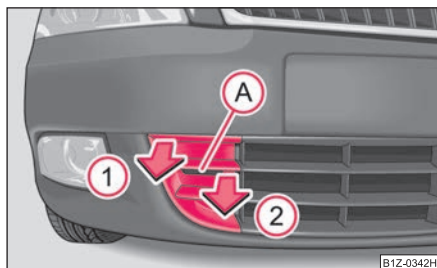

Fig. 245 Bara de protecție față: Grilajul protector
- Introduceți degetul în orificiul (A) ⇒ fig. 245.
- Trăgând în sensul indicat de săgeată (1) eliberați capacul mai întâi în partea de sus, în partea proiecteurului de ceață.
- Apoi eliberați capacul în sensul indicat de săgeata (2) și pe partea cealaltă și scoateți-l.